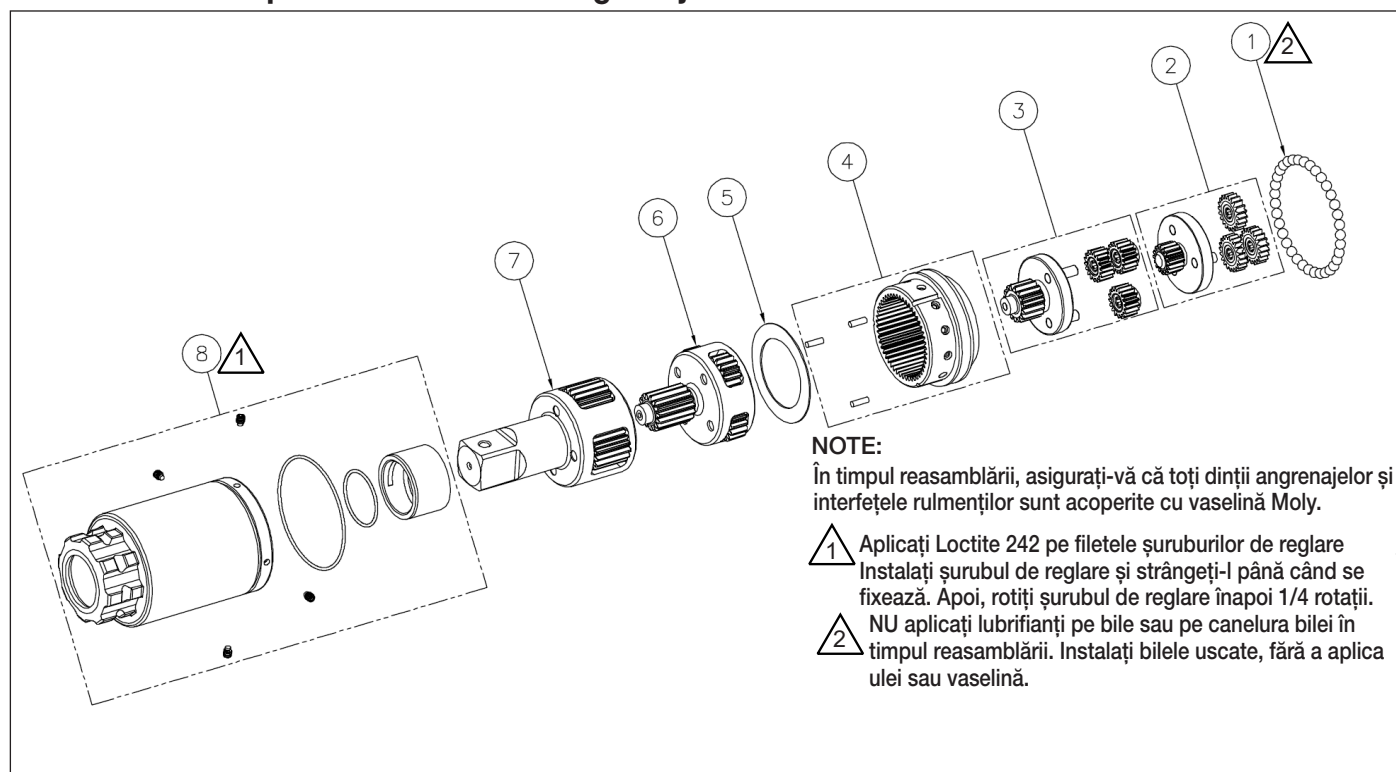

Figura 10: Ansamblu angrenaj de transmisie TW1000SR
9.5.1 Tabel cu piese (Figura 10)
9.6.1 Tabel cu piese (Figura 10)